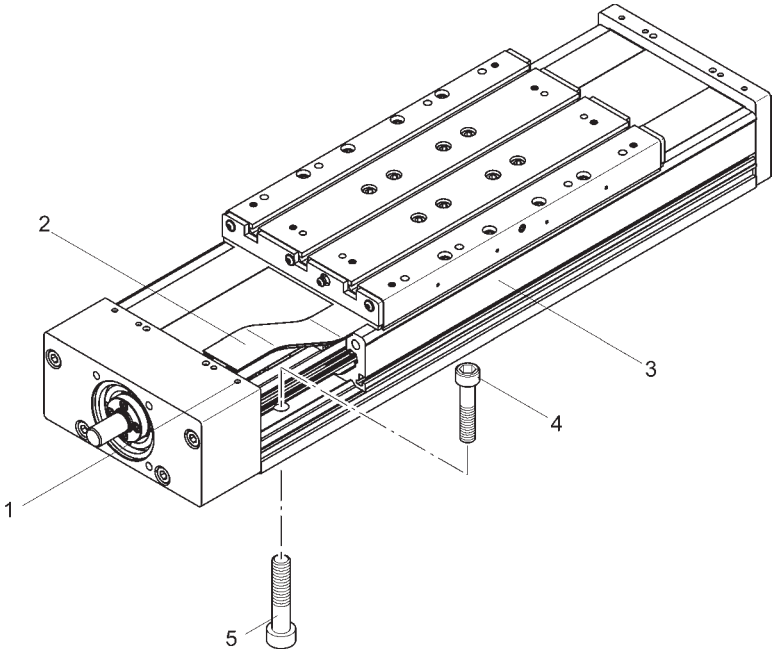

Fig. 4
1. **Fig. 4:** Allentare il serraggio (1) della bandella di protezione esterna.
2. Sollevare la bandella di protezione (2) e allentare la rispettiva vite di fissaggio (4).
1. **Fig. 4:** Allentare la rispettiva vite di fissaggio (5).